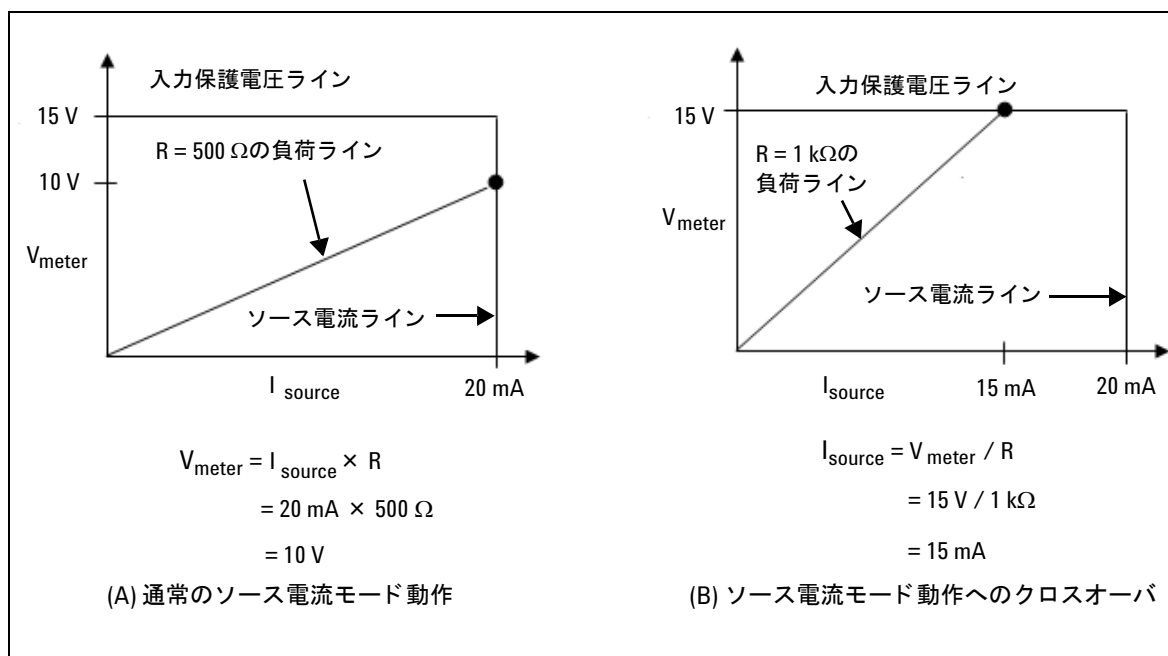

図2-8 ソース電流動作
図2-8は、異なる抵抗負荷（1 k Ω と100 Ω ）に対する動作を示します。これらの例では、U2722A/U2723Aのソース電流は20 mA、入力保護電圧は15 Vです。
図2-8 (A) では、U2722A/U2723Aのソース電流は20 mA、負荷は500 Ω で、電圧測定値は10 Vです。DUTの負荷ラインがソース電流ラインと交差している間は、ソース電流モードであり、電流は20 mAに維持されます。しかし図2-8 (B) では、DUTの抵抗が1 k Ω に増加した場合は、DUTの負荷ラインが入力保護電圧ラインと交差しています。この場合は、U2722A/U2723Aはソース電圧モードに移行します。電圧設定が15 Vに制限されていて、U2722A/U2723Aは境界の外では動作できないので、電流が15 mAに変更されます。